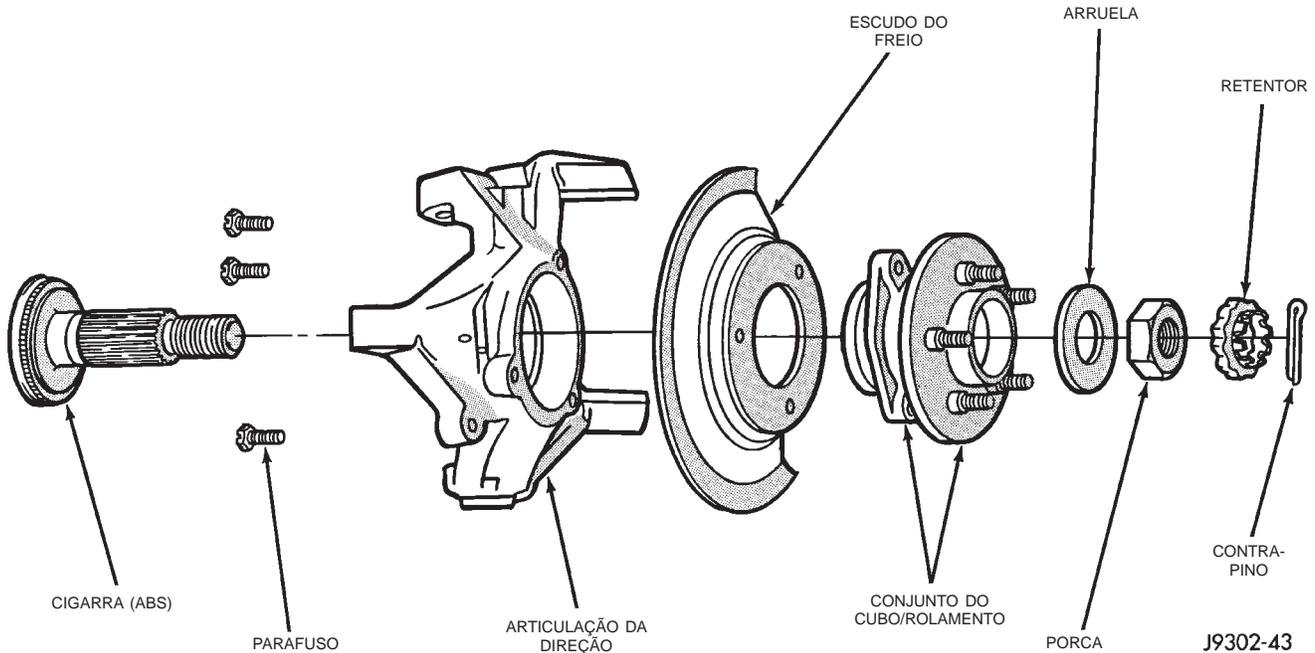

Fig. 8 Cubo de rolamento & Articulação
(3) Remova o calibrador do freio, o rotor e o sensor de velocidade ABS. Consulte o Grupo 5, "Freios".
(4) Remova o contrapino, a porca de retenção e a porca do cubo (Fig. 8).
(5) Remova os parafusos de montagem do cubo e remova o cubo de rolamento da articulação da direção e do eixo .